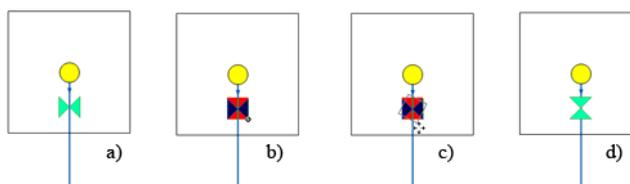

Рисунок 6.3. Поворот узлового объекта
2. Выделить определенный символьный объект. Для этого нужно установить на него курсор и нажать левую клавишу мыши. Символ выделится прямоугольной областью с небольшим кружком в одном из ее углов. (см. Рисунок 6.3, «Поворот узлового объекта» b).
4. Перемещая мышью, поворачивайте символ до нужного угла. (см. Рисунок 6.3, «Поворот узлового объекта» c);
5. Отпустить левую клавишу мыши, для завершения поворота. (см. Рисунок 6.3, «Поворот узлового объекта» d).